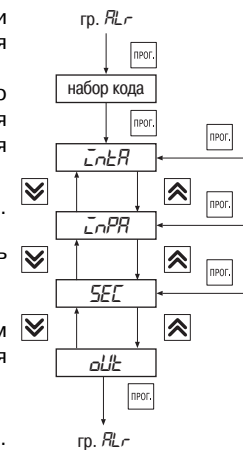

Рис. 19
6.2.2.6. **Группа «RLr»** предназначена для установки параметров защитного отключения (рис.19). Код доступа для этой группы «\_44».